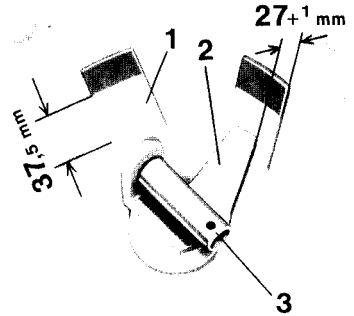

Fig. 8
7. Abstand zwischen Rührfinger (Fig. 8/2) und Trichterwand prüfen! Der Rührfinger soll parallel zur Trichterwand stehen und zu ihr einen Abstand von 27 (+1) mm haben (siehe Fig. 8).
3. Nach dem Einbau des Rührkopfes ist darauf zu achten, daß der Abstand zwischen Rührfinger, gemessen von der Kante der aufgeschweißten Schneide und Trichterwand, nicht größer als 27 (+ 1) mm ist (siehe Fig. 8) – eventuell nachrichten! Außerdem darf der Rührkopf nicht auf dem Trichterboden schleifen. Bei Berühren Trichterboden etwas nach unten drücken!